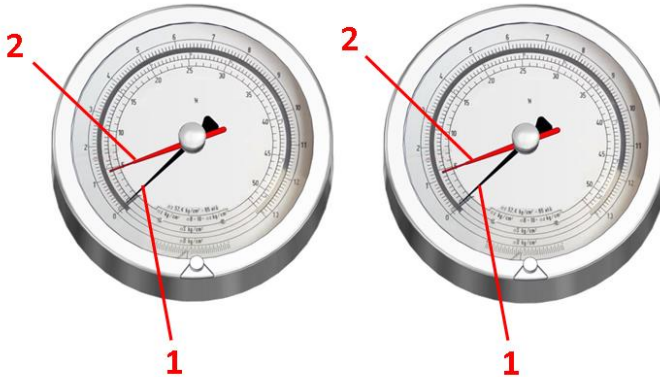

Abbildung 5.6.1
1. Stellen Sie den roten Druckanzeigestift (Pos. 2, Abbildung 5.6.1) am Druckmessgerät manuell auf null.